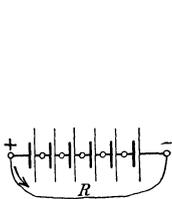

Abb. 26. Hintereinanderschaltung von Elementen.
Elemente können entweder alle in Reihenschaltung (Hintereinanderschaltung) (Abb. 26) oder in Parallelschaltung (Abb. 27) oder in Reihen-
menten, n die Anzahl der hintereinandergeschalteten Elemente, so ist für Abb. 26
- alle Elemente nach Abb. 26 hintereinandergeschaltet werden,